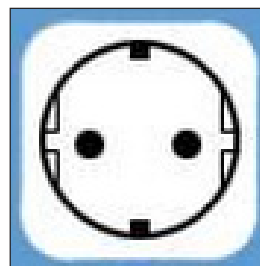

fig. 24 - Toma Schuko
- una toma de pared Schuko con toma de tierra y protección independiente (fig. 24);